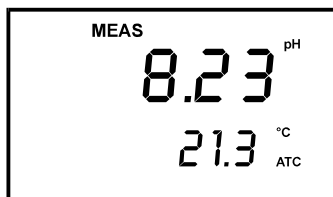

図 15 -測定モード
2. ON キーを押して計測器の電源を入れてください。MEAS 表示がディスプレイ上端中央に現われます。自動温度補償機能が作動している場合、ATC インジケータがディスプレイ右隅下に現われます。(手動温度補償設定は 15 ページを参照)。図 15 を参照ください。